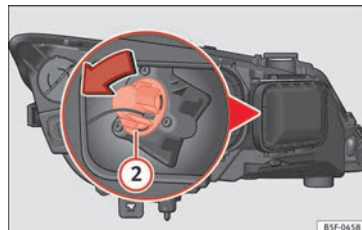

Fig. 107 Ampoule du clignotant.
- Tournez le porte-ampoule » **fig. 107 ②** vers la gauche puis tirez.